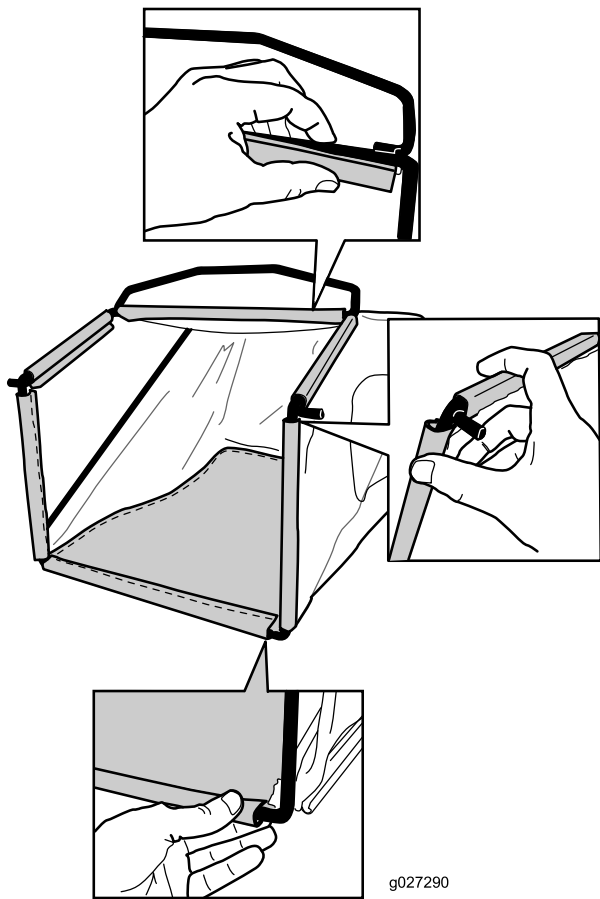

**Figura 8**
1. Coloque la bolsa de recogida sobre el bastidor, según se muestra en Figura 8.
**Nota:** No coloque la bolsa sobre el manillar (Figura 8).